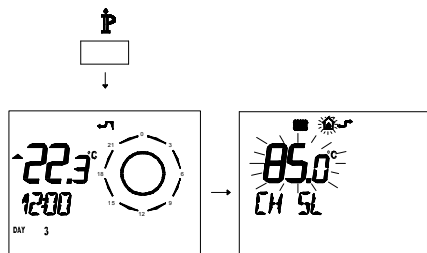

Figura 5.37
- Premere per più di 3 secondi il pulsante **IP** para per entrare in modalità **INFO** (Figura 5.37).